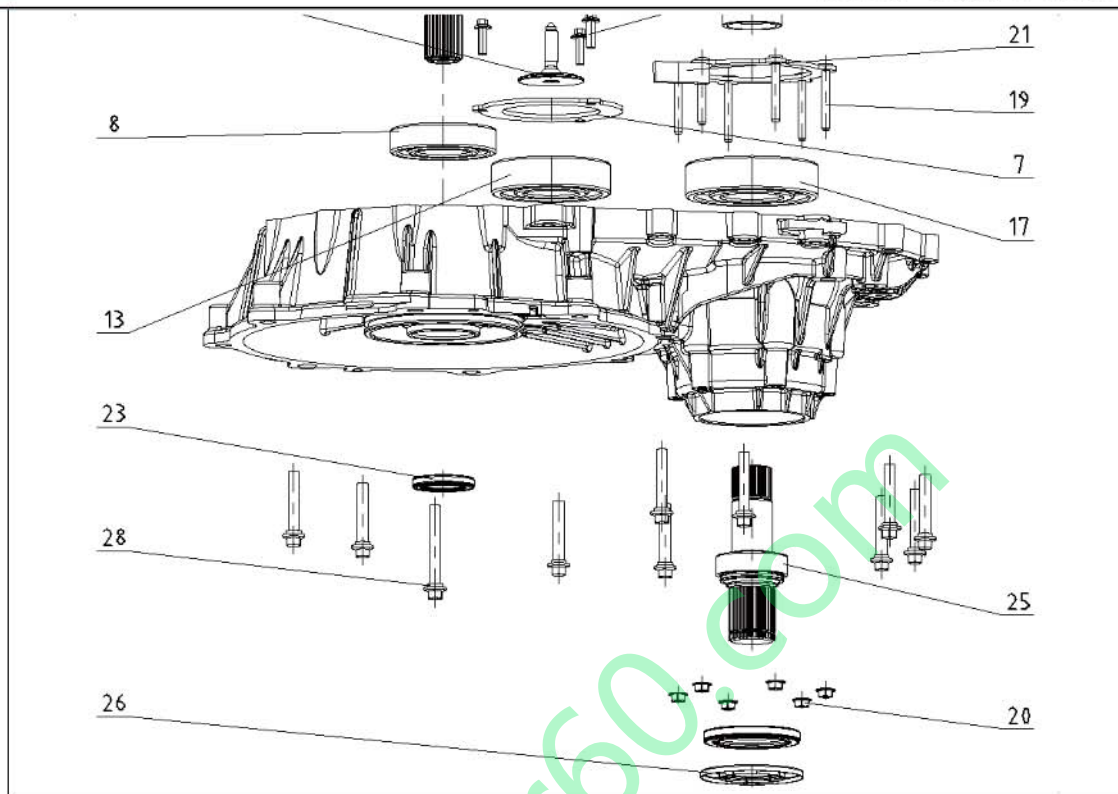

图2
1.2 BYDSAEC单挡变速器结构图和力矩限值（见图2及表1和表2）